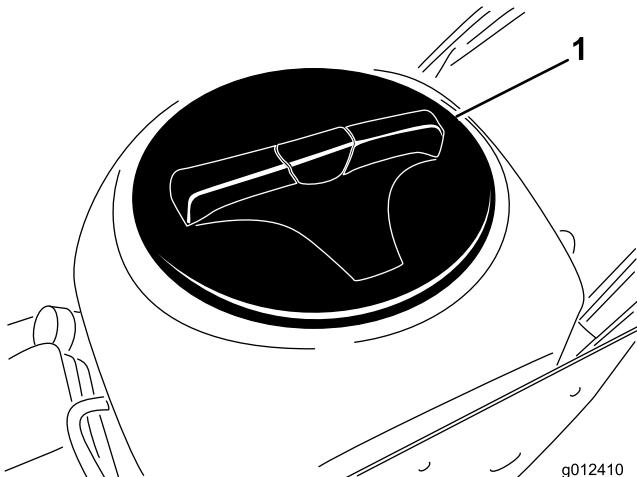

Figure 22
- Enlevez le couvercle de la cuve (Figure 22).